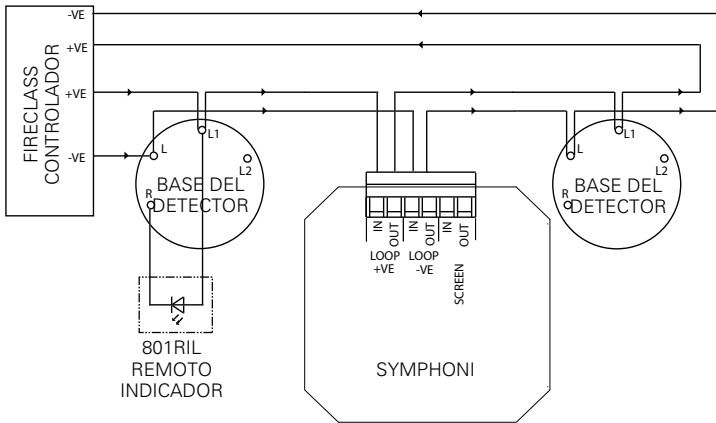

Fig. 3: Diagrama de cableado simplificado — Serie Symphoni FC410LPBS
Los cables deben seleccionarse de acuerdo con las normas locales vigentes. Los cables deben conectarse tal como se muestra en la fig. 3, garantizando la polaridad correcta. Los acopladores se utilizan con cable MICC.
- 3 Todos los conductores deben estar libres de contactos con tierra. La configuración típica de los cables se puede consultar en la fig. 3.